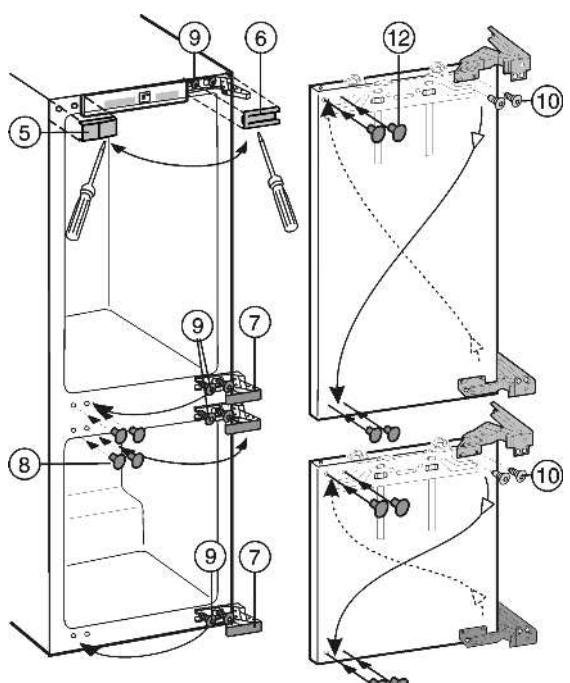

Fig. 4
- Накладки Fig. 4 (5,6,7,8) отожмите вперед при помощи плоской отвертки.
- Винты Fig. 4 (9) вверху и внизу на корпусе устройства только ослабьте.
- Винты Fig. 4 (9) переставьте на противоположную сторону и слегка прикрутите.
- Выкрутите винты Fig. 4 (10) и переверните шарниры по диагонали.
Винты Fig. 4 (10) микрокапсюлированные: используйте аккумуляторный винтовёрт.
- Освободившиеся отверстия закройте заглушками Fig. 4 (12).
- Навесьте дверь на предварительно смонтированные винты Fig. 4 (9) и затяните винты с моментом 4 Нм.